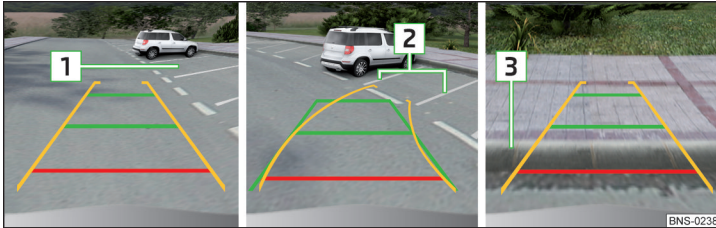

Abb. 281 Bildschirmanzeige
- › An der ausgewählten Parklücke **1** » Abb. 281 langsam vorbeifahren und das Fahrzeug anhalten.